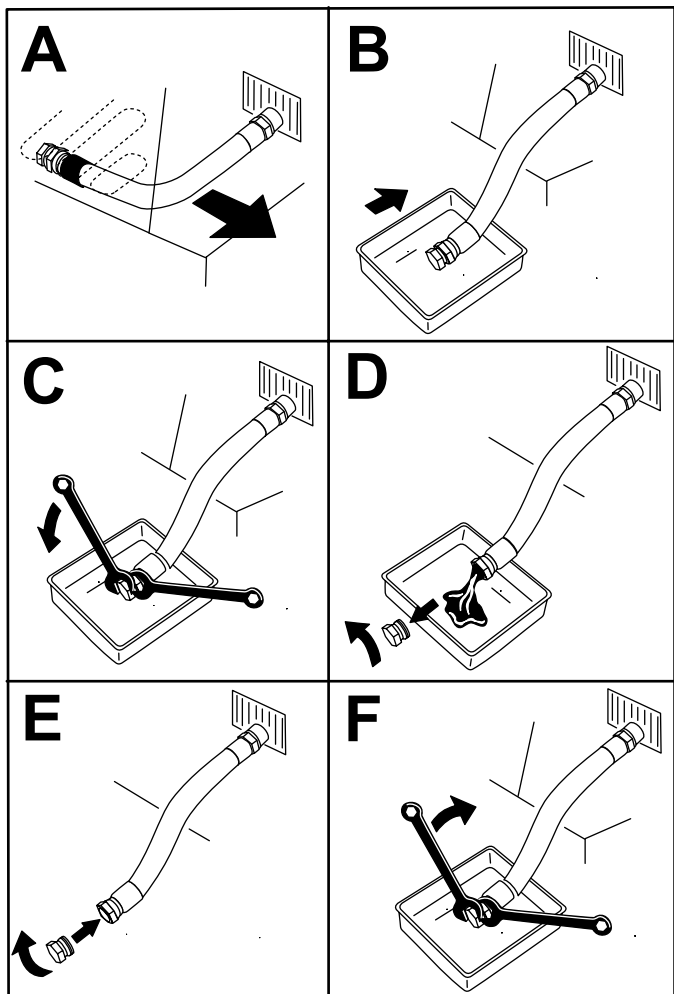

Рисунок 47
3. Слейте масло из двигателя (Рисунок 47).